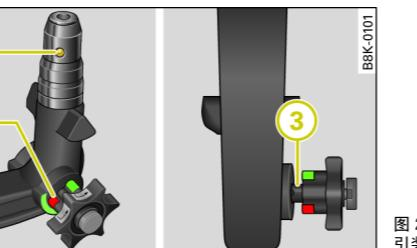

图 228 可拆卸的拖车牵引装置: 球节牵引杆
- 检查手轮上的红色标记 ② ⇒ 图 228 是否在球节牵引杆的绿色标记部位。
- 检查锁止球头 ① 是否沉到固定轴的孔内。
- 检查手轮是否明显突出于球节牵引杆之外, 使得在手轮和球节牵引杆之间有一个间隙 ③。